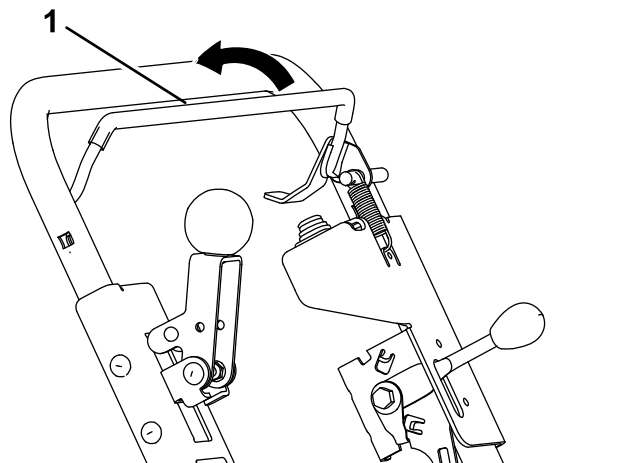

Figura 7
- Per avviare la macchina, tenete premuta verso il basso la stegola di presenza dell'operatore (Figura 7). Continuate a tenere premuta verso il basso la stegola di presenza dell'operatore per consentire il funzionamento della macchina.